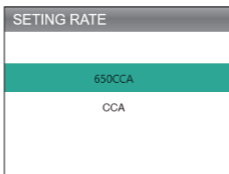

Figure 4.2.5
5. Saisissez le CCA à l'aide des touches fléchées (haut et bas) et appuyez sur [OK] pour lancer le test (voir la figure 4.2.5).